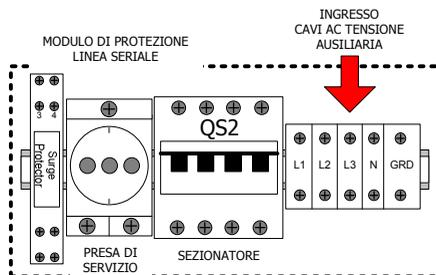
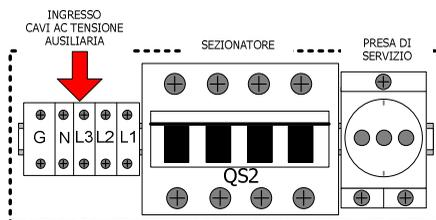

Figura 11-7: Morsetti di collegamento rete AC ausiliaria e relativo interruttore magnetotermico (versioni con potenza $\geq 275\text{kW}$ o senza Trasformatore)
Figura 11-8: Morsetti di collegamento rete AC ausiliaria e relativo interruttore magnetotermico (versioni con Trasformatore di potenza $\leq 220\text{kW}$)
- ➔ Collegare il cavo pentapolare (3P+N+T) ai morsetti indicati nella Figura 11-7 e Figura 11-8.